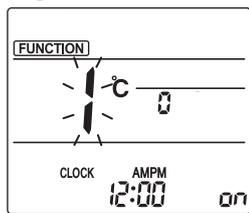

Fig. 3-1
- Pulse el botón [MENU]. (Inicie esta operación con la pantalla de estado del mando a distancia apagada). "FUNCTION" (FUNCIÓN) se ilumina y "1" parpadea. (Fig. 3-1)